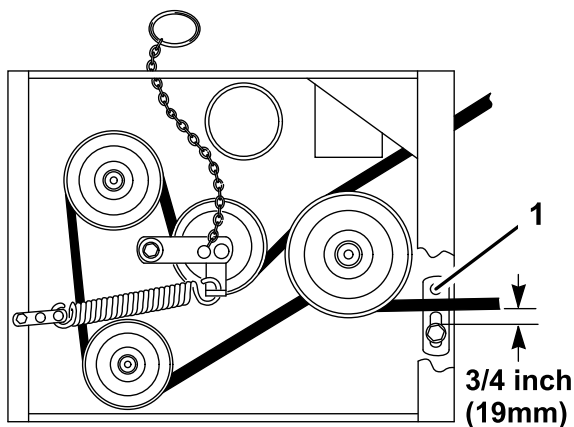

Figura 48
8. Compruebe que la guía de la correa, situada debajo del bastidor del motor, está ajustada correctamente (Figura 48).
Nota: La distancia entre la guía de la correa y la correa del cortacésped debe ser de 19 mm (3/4 pulg.) cuando la correa del cortacésped está engranada (Figura 48). Ajuste la guía de la correa del cortacésped si es necesario. La correa no debe rozar ni salirse de la polea si las guías están correctamente ajustadas.